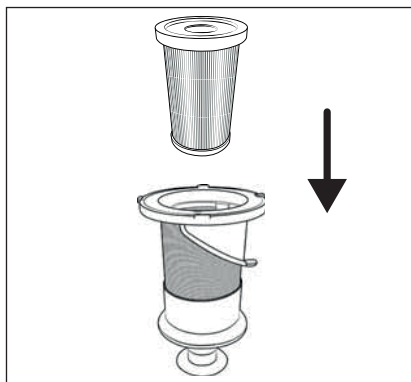

Fig. 27
- 7) Introduceți filtrul EPA **5** în filtrul din oțel inoxidabil **6** (a se vedea fig. 27).